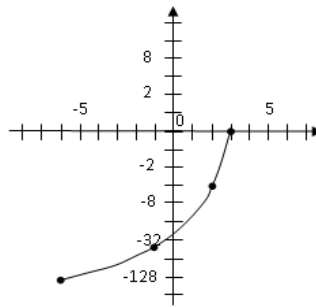

Рис. 6.2. Годограф Михайлова для исследуемой системы
3. Строим годограф Михайлова (рис. 6.2).